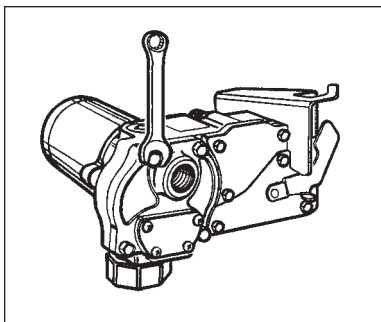

Figura 6
- Quite la tapa del engranaje. (Figura 6)